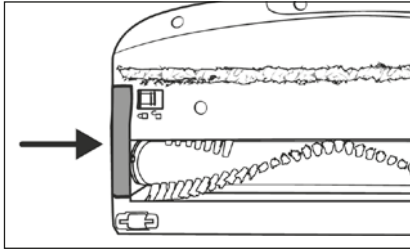

Fig. 27
- 6) Vuelva a montar el soporte del rodillo de cepillos 20 en el cepillo para suelos 22. Presiónelo hacia abajo hasta que encastre con un chasquido en el cepillo para suelos 22 (consulte la fig. 27).